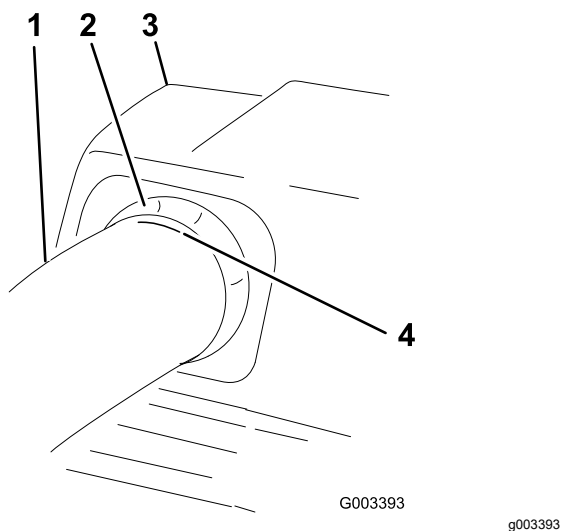

Figure 22
6. Una vez que obtenga la medida de 19 mm (¾"), marque el tubo superior en el exterior, en el punto donde sobresale el sello de goma (Figure 22).
Compruebe que la marca hecha en Figure 22 está todavía en su lugar.